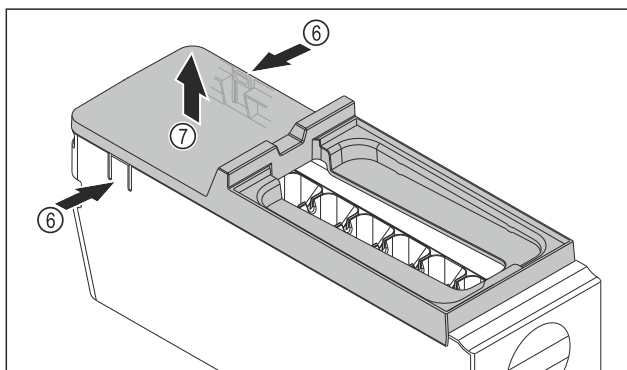

Fig. 184
- ▶ Izvadite poklopac tijela sustava EasyTwist-Ice: Pritisnite jezičke Fig. 184 (6) na obje strane tijela sustava EasyTwist-Ice jednom rukom.
- ▶ Poklopac Fig. 184 (7) drugom rukom izvucite prema gore.